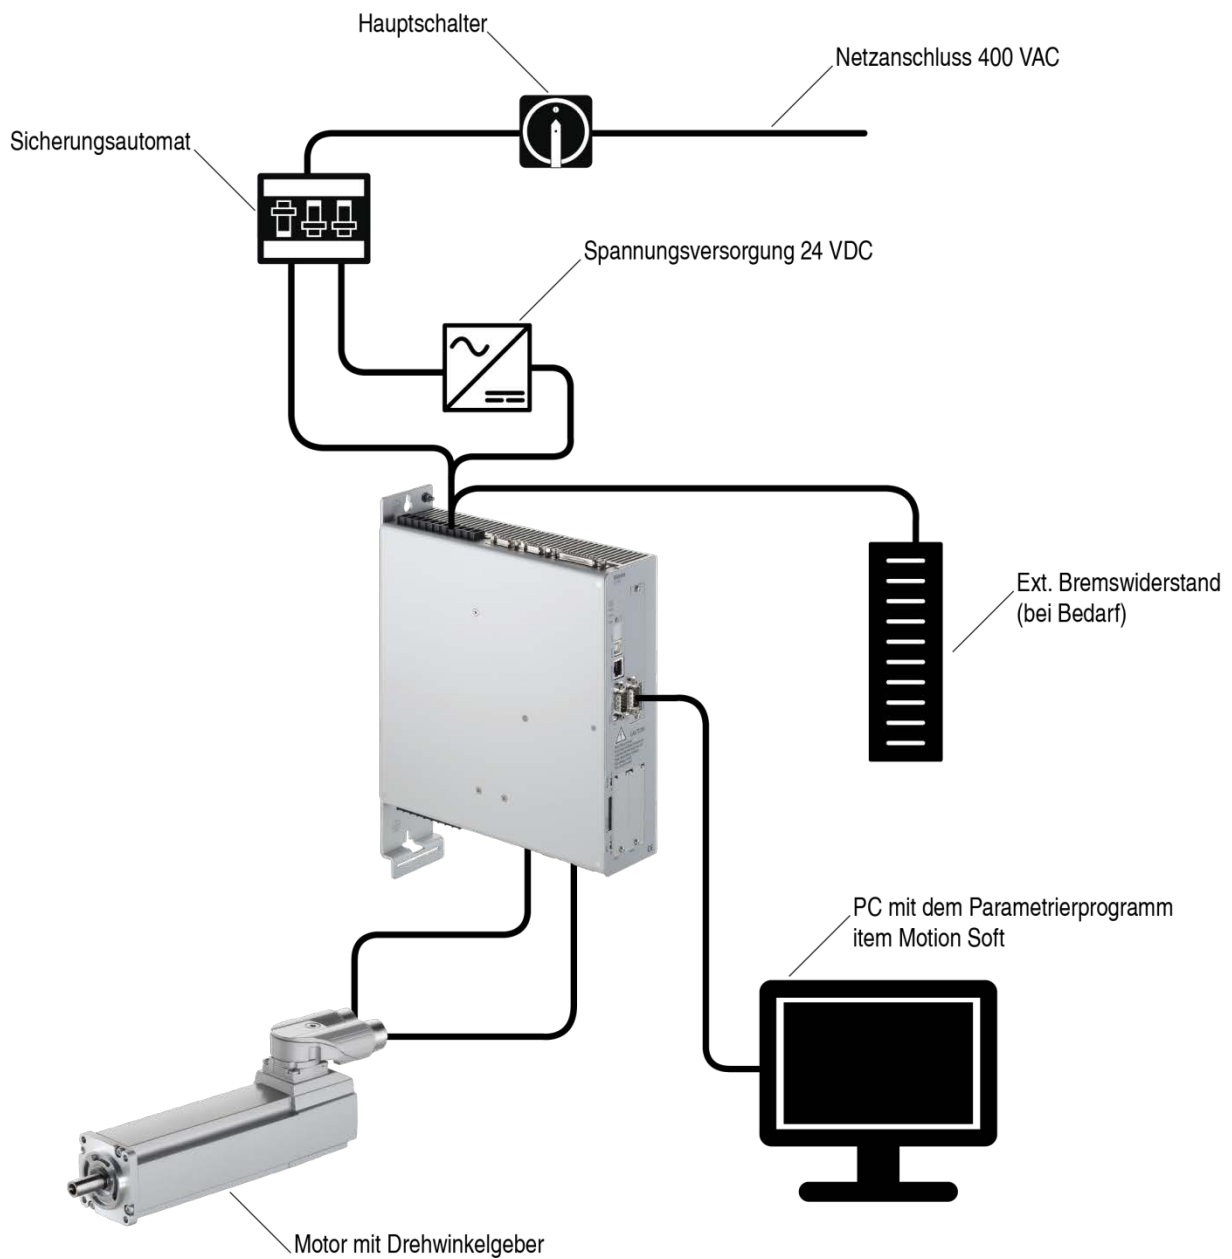

Abbildung 14: Gesamtaufbau item C 3-Serie mit Motor und PC
*Abbildung 14* dargestellt. Für den Betrieb des Servopositionierreglers werden folgende Komponenten benötigt: